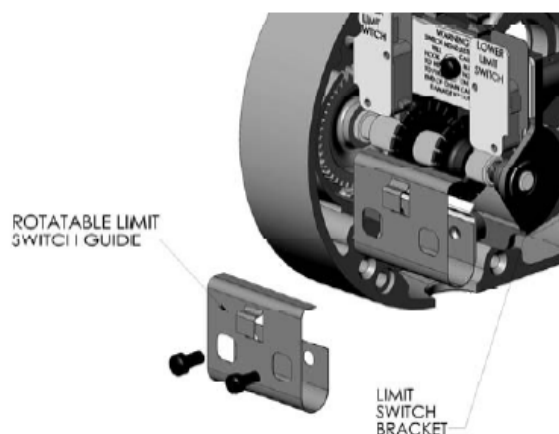

**Abbildung 18A: Schwenkbare Endschalter (Modelle B, C, F)**
Legende zu Abb. 18A
4. Führungsplatte des schwenkbaren Endschalters dem Kit entnehmen und mit Hilfe der Schrauben an der Endschalterhalterung montieren (siehe Abbildung 18A). (Die Führung auffedern, um die Aussparungen in den Laufmuttern einzurasten). Die Schrauben fest anziehen.